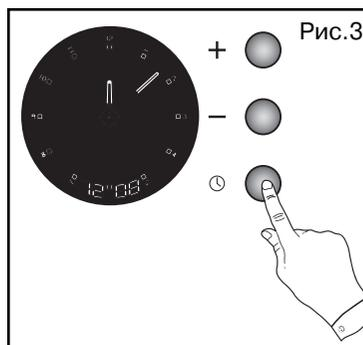

Рис.3
- Для подтверждения настройки времени нажмите кнопку ⌚ (рис. 3).